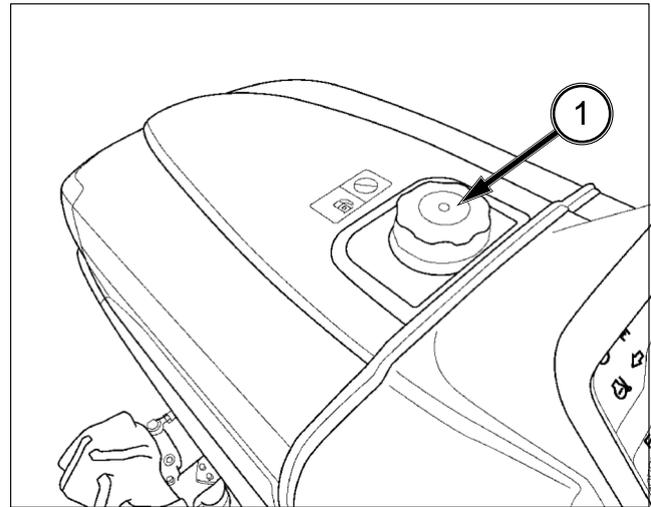

FIG. 109
FIG. 109: Cuando retire el tapón de llenado (1) del depósito de combustible, puede que oiga un silbido o un ruido seco. Este ruido se debe al diseño del tapón y es normal. No modifique el tapón y no utilice un tapón no homologado, ya que podría provocar una fuga de combustible en caso de vuelco del tractor.